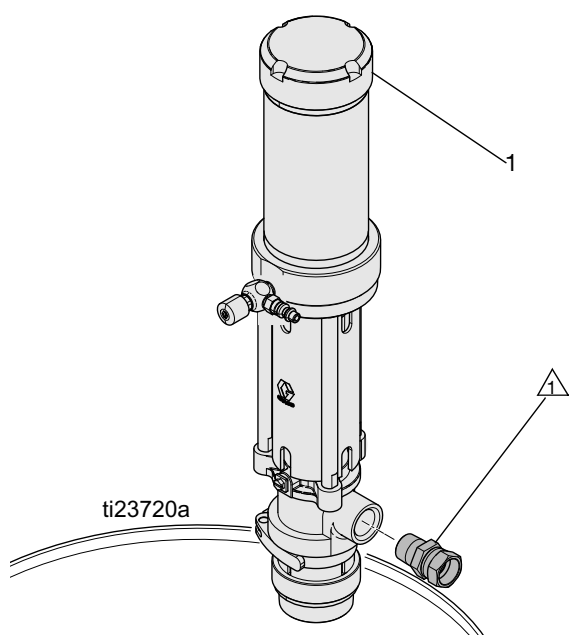

FIG. 5
2. Aplique sellante de roscas al accesorio de salida macho (no suministrado) e insértelo en el puerto de salida. Consulte la FIG. 5.
3. Utilice las etiquetas (70) incluidas para identificar la bomba adecuada para su material. Consulte la FIG. 5.